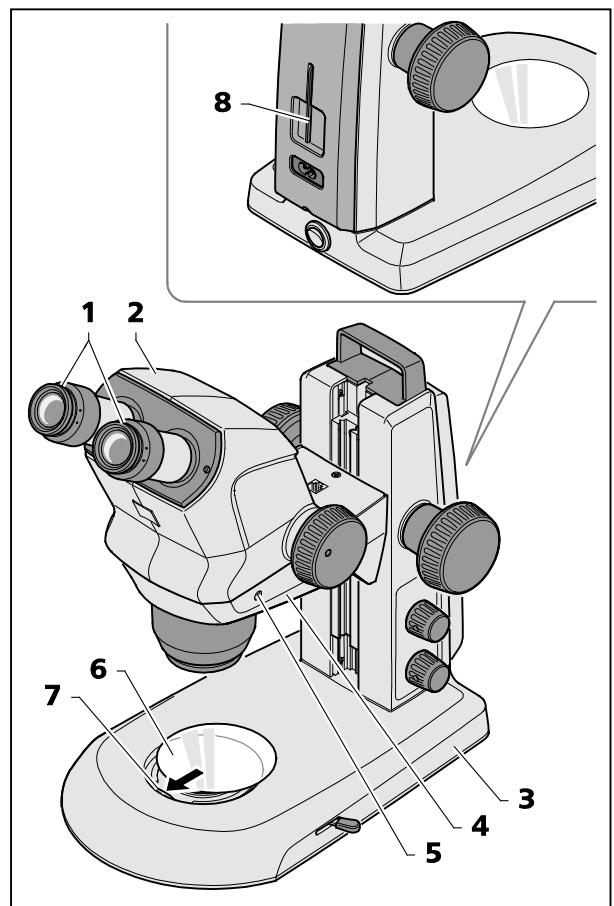

Fig. 6 Instalar o estereomicroscópio
- Colocar o estativo (Fig. 6/3) numa base plana e sólida.
- Se o corpo de microscópio Stemi 508 (Fig. 6/2) ainda não estiver montado, introduzi-lo no suporte Stemi (Fig. 6/4), alinhá-lo e fixá-lo mediante o parafuso de aperto (Fig. 6/5).
- A chave Allen apropriada (Fig. 6/8) encontra-se no dispositivo de fixação disposto no lado traseiro do instrumento.
- Contanto que as duas oculares (Fig. 6/1) ainda não estiverem montadas, introduzi-las nos tubos oculares, até no encosto.
- Meter a placa de vidro ou a placa de material sintético preta e branca (Fig. 6/6) no alojamento situado no pé do estativo, premendo a placa de vidro ou a placa de material sintético preta e branca contra a mola (Fig. 6/7) e fazendo-a engatar.